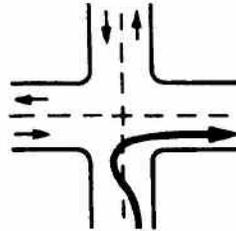

Figura 6-6
- ¿Por que no debe usted dar vuelta como se ve en la figura 6-6?